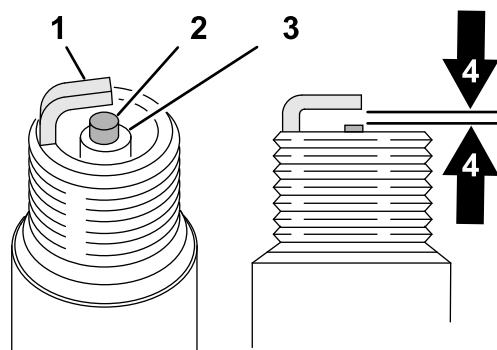

Рисунок 165
1. Осмотрите середину обеих свечей зажигания (Рисунок 165). Если на изоляторе заметен светло-коричневый или серый налет, то двигатель работает должным образом. Черный налет на изоляторе обычно означает, что загрязнен воздухоочиститель.